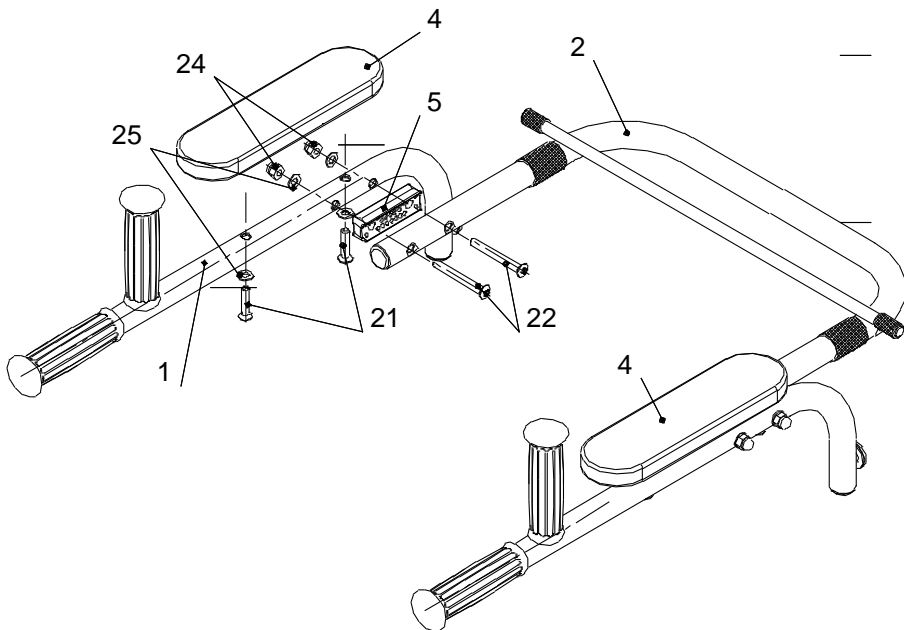
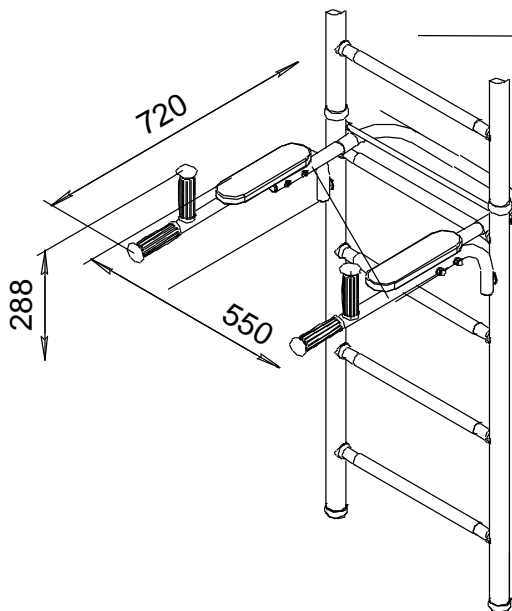

Рис. 1 Сборка брусьев.
Рис.2 Установка брусьев.
4.2 Собрать и установить брусья на стойки ДСК согласно рис. 1 и рис. 2. Высота установки определяется индивидуально.